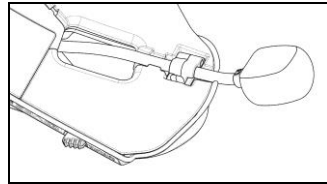

Fig. 15
- Cerrar el clip. Comprobar que el lado del micrófono con la letra "n" esté hacia el interior del casco (Fig. 15).